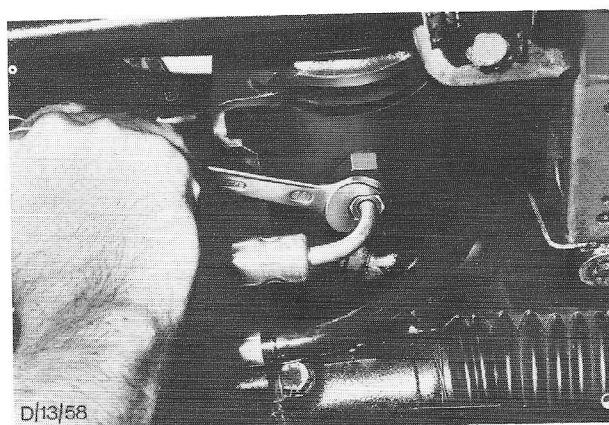

Fig.49. Druktoevoerleiding aansluiten.
10. Verwijder de drukmeter met toebehoren, sluit de leidingen aan, zie Fig.49 en zet de wartels vast met 26-31 Nm (2,7-3,2 kgf.m)(19-23 lbf.ft).